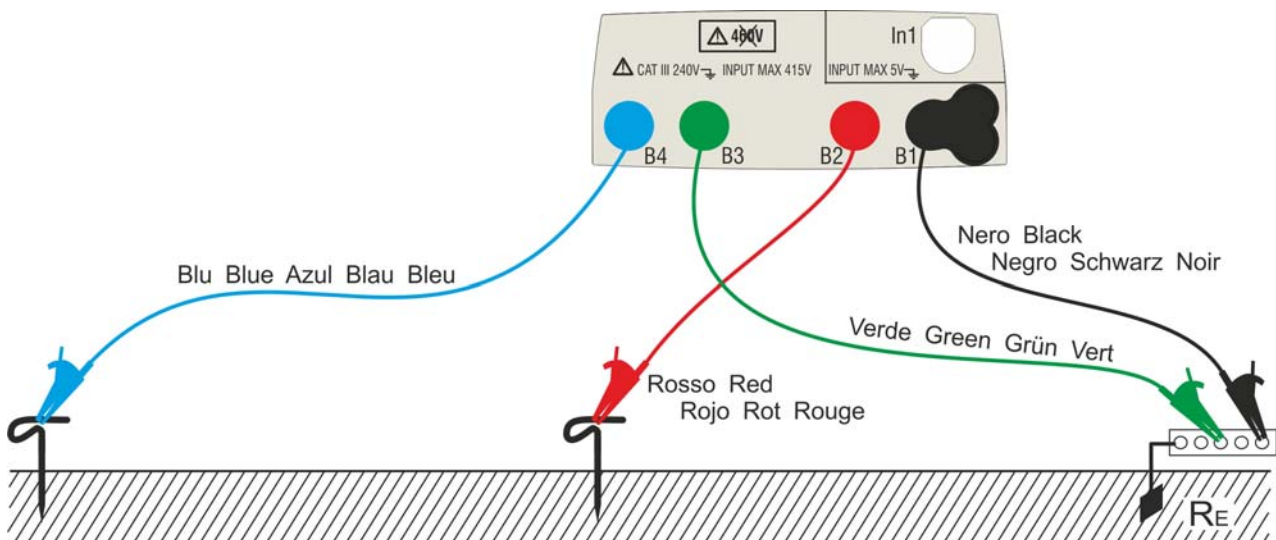
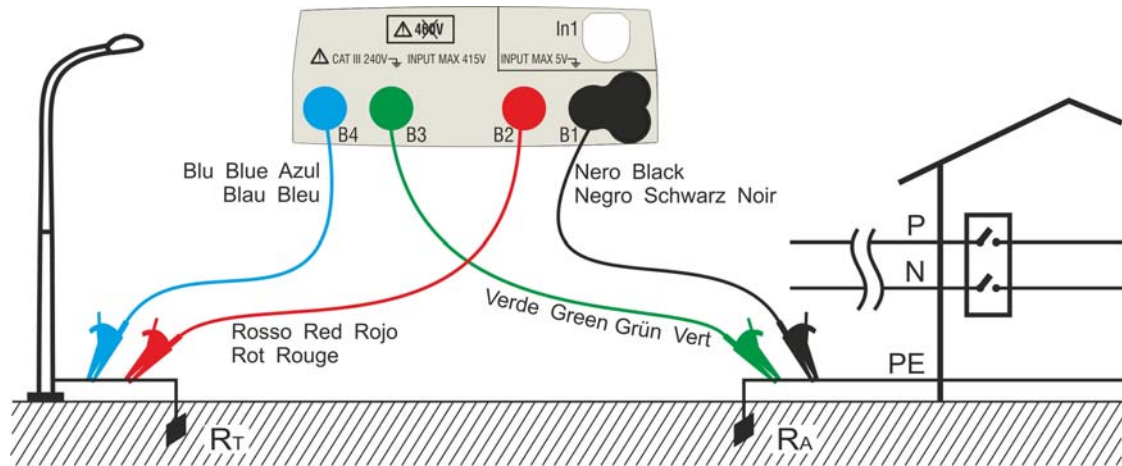
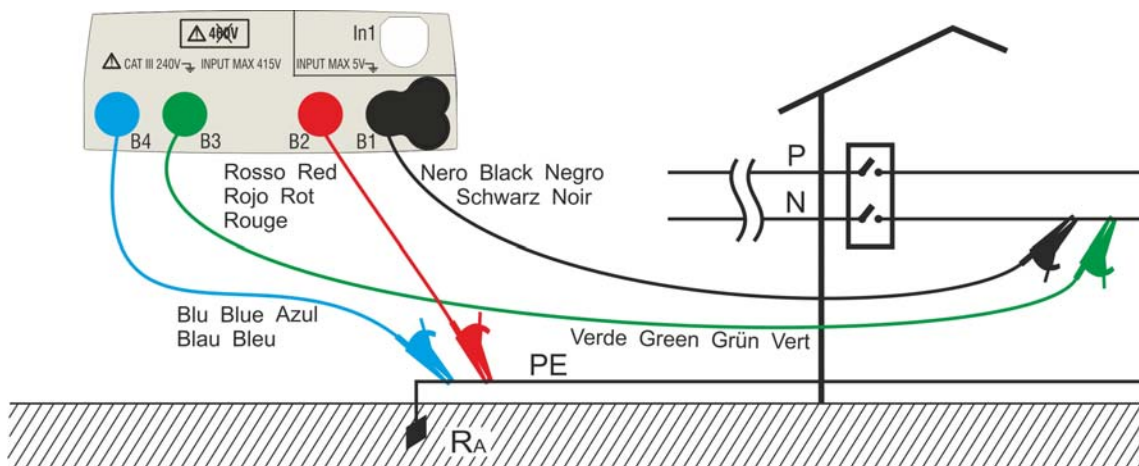

Fig. 26 : Mesure de résistance de terre à 3 fils
Fig. 27 : Mesure de résistance de terre à 2 fils avec électrode de mise à la terre auxiliaire
Fig. 28 : Mesure de résistance de terre à 2 fils du tableau d'alimentation
- 12 Connecter les crocodiles aux électrodes de mise à la terre auxiliaires et à l'installation sous test conformément à Fig. 26, Fig. 27, Fig. 28 ou Fig. 29